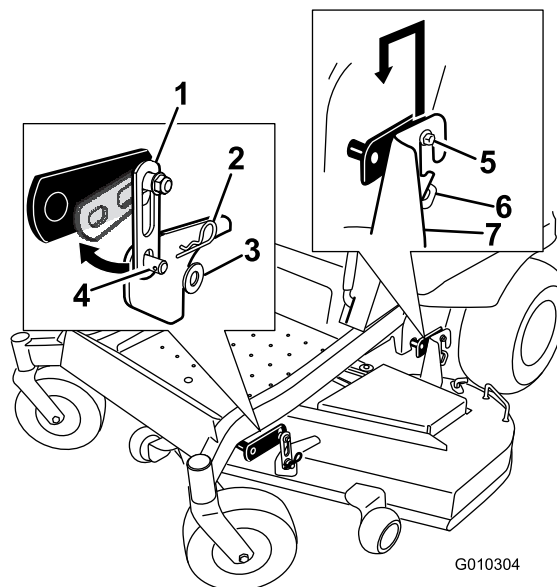

Bild 69
2. Entfernen Sie an beiden Seiten des Mähwerks die Schrauben von den Hängeprofilen des Frontmähwerks (Bild 69).
3. Heben Sie das Mähwerk vorsichtig von den Schrauben des hinteren Hängeprofils ab und senken Sie die Vorderseite des Mähwerks vorsichtig auf den Boden (Bild 69).
5. Heben Sie das Heck des Mähwerks an und führen Sie die Hängeprofilhalterungen über die hinteren Hängeprofilschrauben (Bild 69).